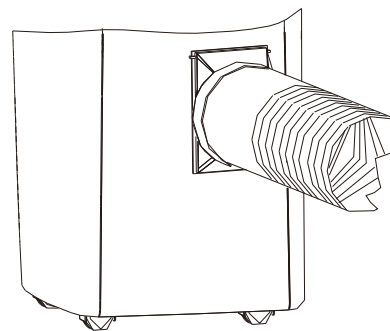

Fig. 10
11. Conduit d'évacuation d'air et ses l'assemblage de ses accessoires comme illustré dans le dessin de la figure 10.